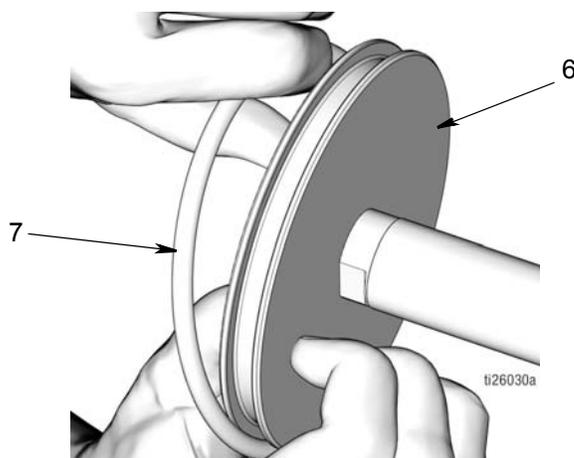

FIG. 49
- e. Aplique una capa fina de grasa en la junta tórica (7). Instale la junta tórica (7) alrededor del pistón (6) como se observa en FIG. 49.